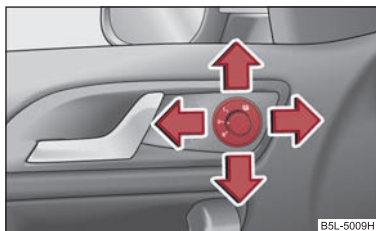

Fig. 54 Interiorul ușii: Buton rotativ
- Aduceți butonul rotativ în poziția  ⇒ fig. 54.
Când butonul rotativ se află în poziția **R** ⇒ fig. 54 și se selectează treapta de marșarier, suprafața oglinzii se basculează puțin în jos. Astfel în timpul parcurii este asigurată vizibilitatea spre bordură.